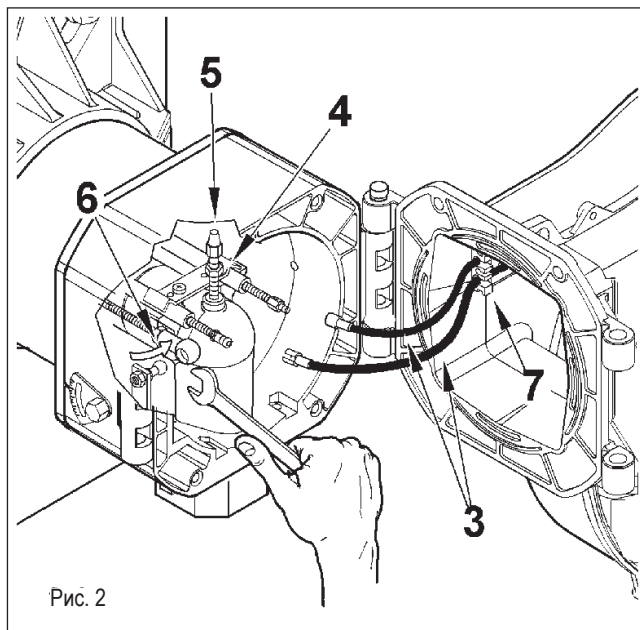
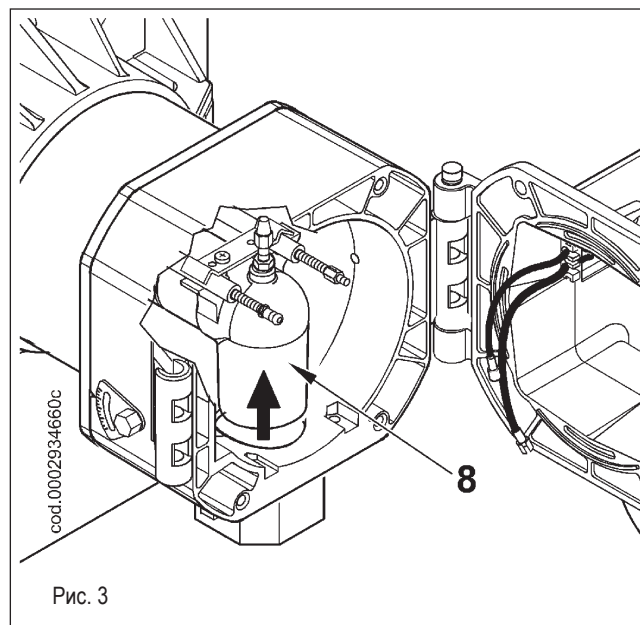

Рис. 2
Рис. 3
После того как были вынуты провода розжига и ионизации (3) из соответствующих электродов, полностью отверните гайку (4) и заверните винт (5) так, чтобы он продвинулся по газоподводящему патрубку (8), как показано на рис. 3, на расстояние, достаточное для гарантирования демонтажа узла смесителя. Используя тот же ключ, поверните шаровой шарнир (6) в направлении, указанном стрелкой, и отцепите рычаг продвижения головки горения (смотрите рис. 2).
Слегка приподнимите газоподводящий патрубок (8), смотрите рисунок 3. Снимите весь узел смесителя в направлении, указанном стрелкой (9), смотрите рисунок 4. Завершив техническое обслуживание и проверив правильное положение электродов розжига и ионизации, монтируйте головку горения, выполняя операции в обратном вышеперечисленному порядку (см. 0002934691).
! В момент закрытия горелки, мягко потяните в сторону электрического щита, чтобы электрод розжига и ионизации слегка натянулись. После этого расположите их в соответствующих гнездах (7), смотрите рисунок 2. Это позволит предотвратить поломку электродов крыльчаткой во время работы горелки.